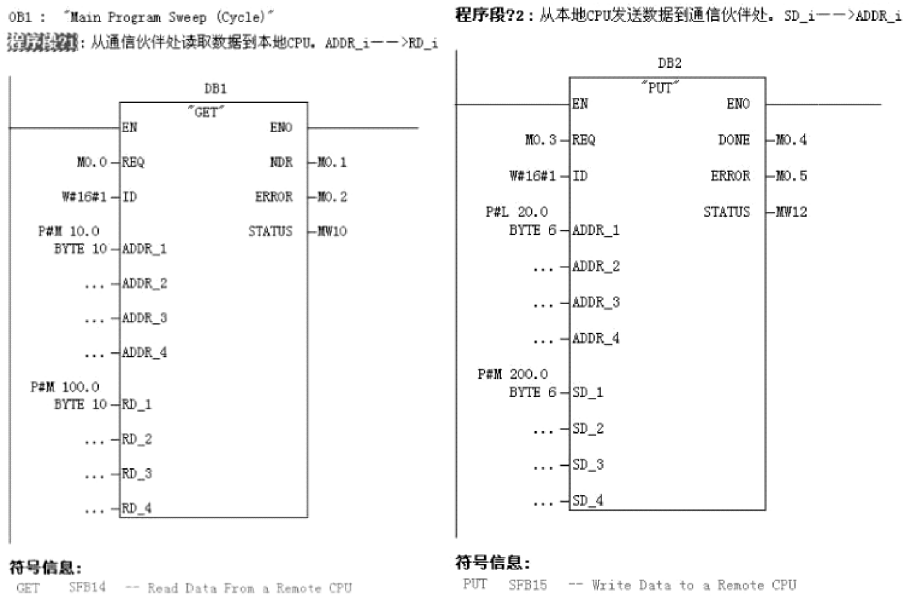

图 7-33 在 S7-400 CPU 的 OB1 里编写的程序
8) 编写程序。在 S7-400 CPU 的 OB1 里编写程序，如图 7-33 所示。